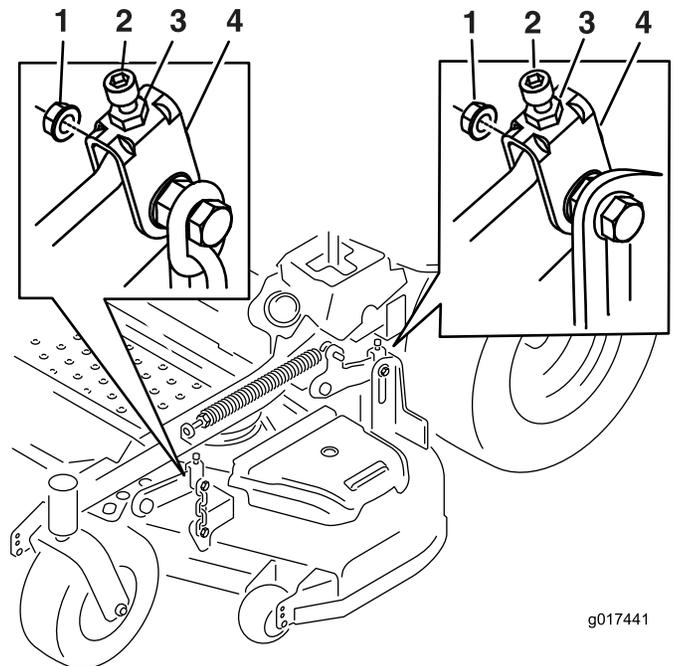

Figure 73
- Le cas échéant, desserrez l'écrou Whizlock sur le côté de la chape et l'écrou de blocage sur le dessus (Figure 73).
17. Ajustez précisément la vis de réglage en la tournant jusqu'à obtention d'une hauteur de 8,3 mm (3-1/4 po) (Figure 73).